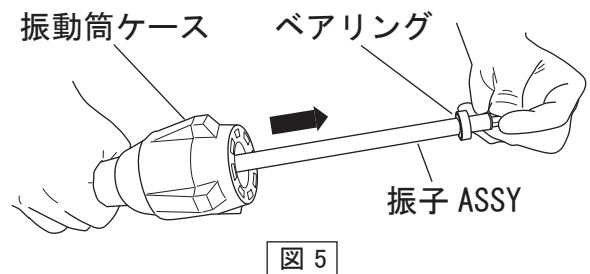

図 5
1. 振動筒ケースから振子ASSYを抜き出し、ベアリングにグリースを塗布する。(図5)
2. 振子ASSYを振動筒ケースに収める。(図5)